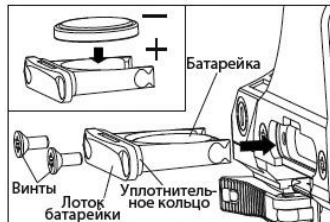

Рис. 4-2
- 3) Установите новую батарейку в лоток «плюсом» вниз. (Рис. 4-2)